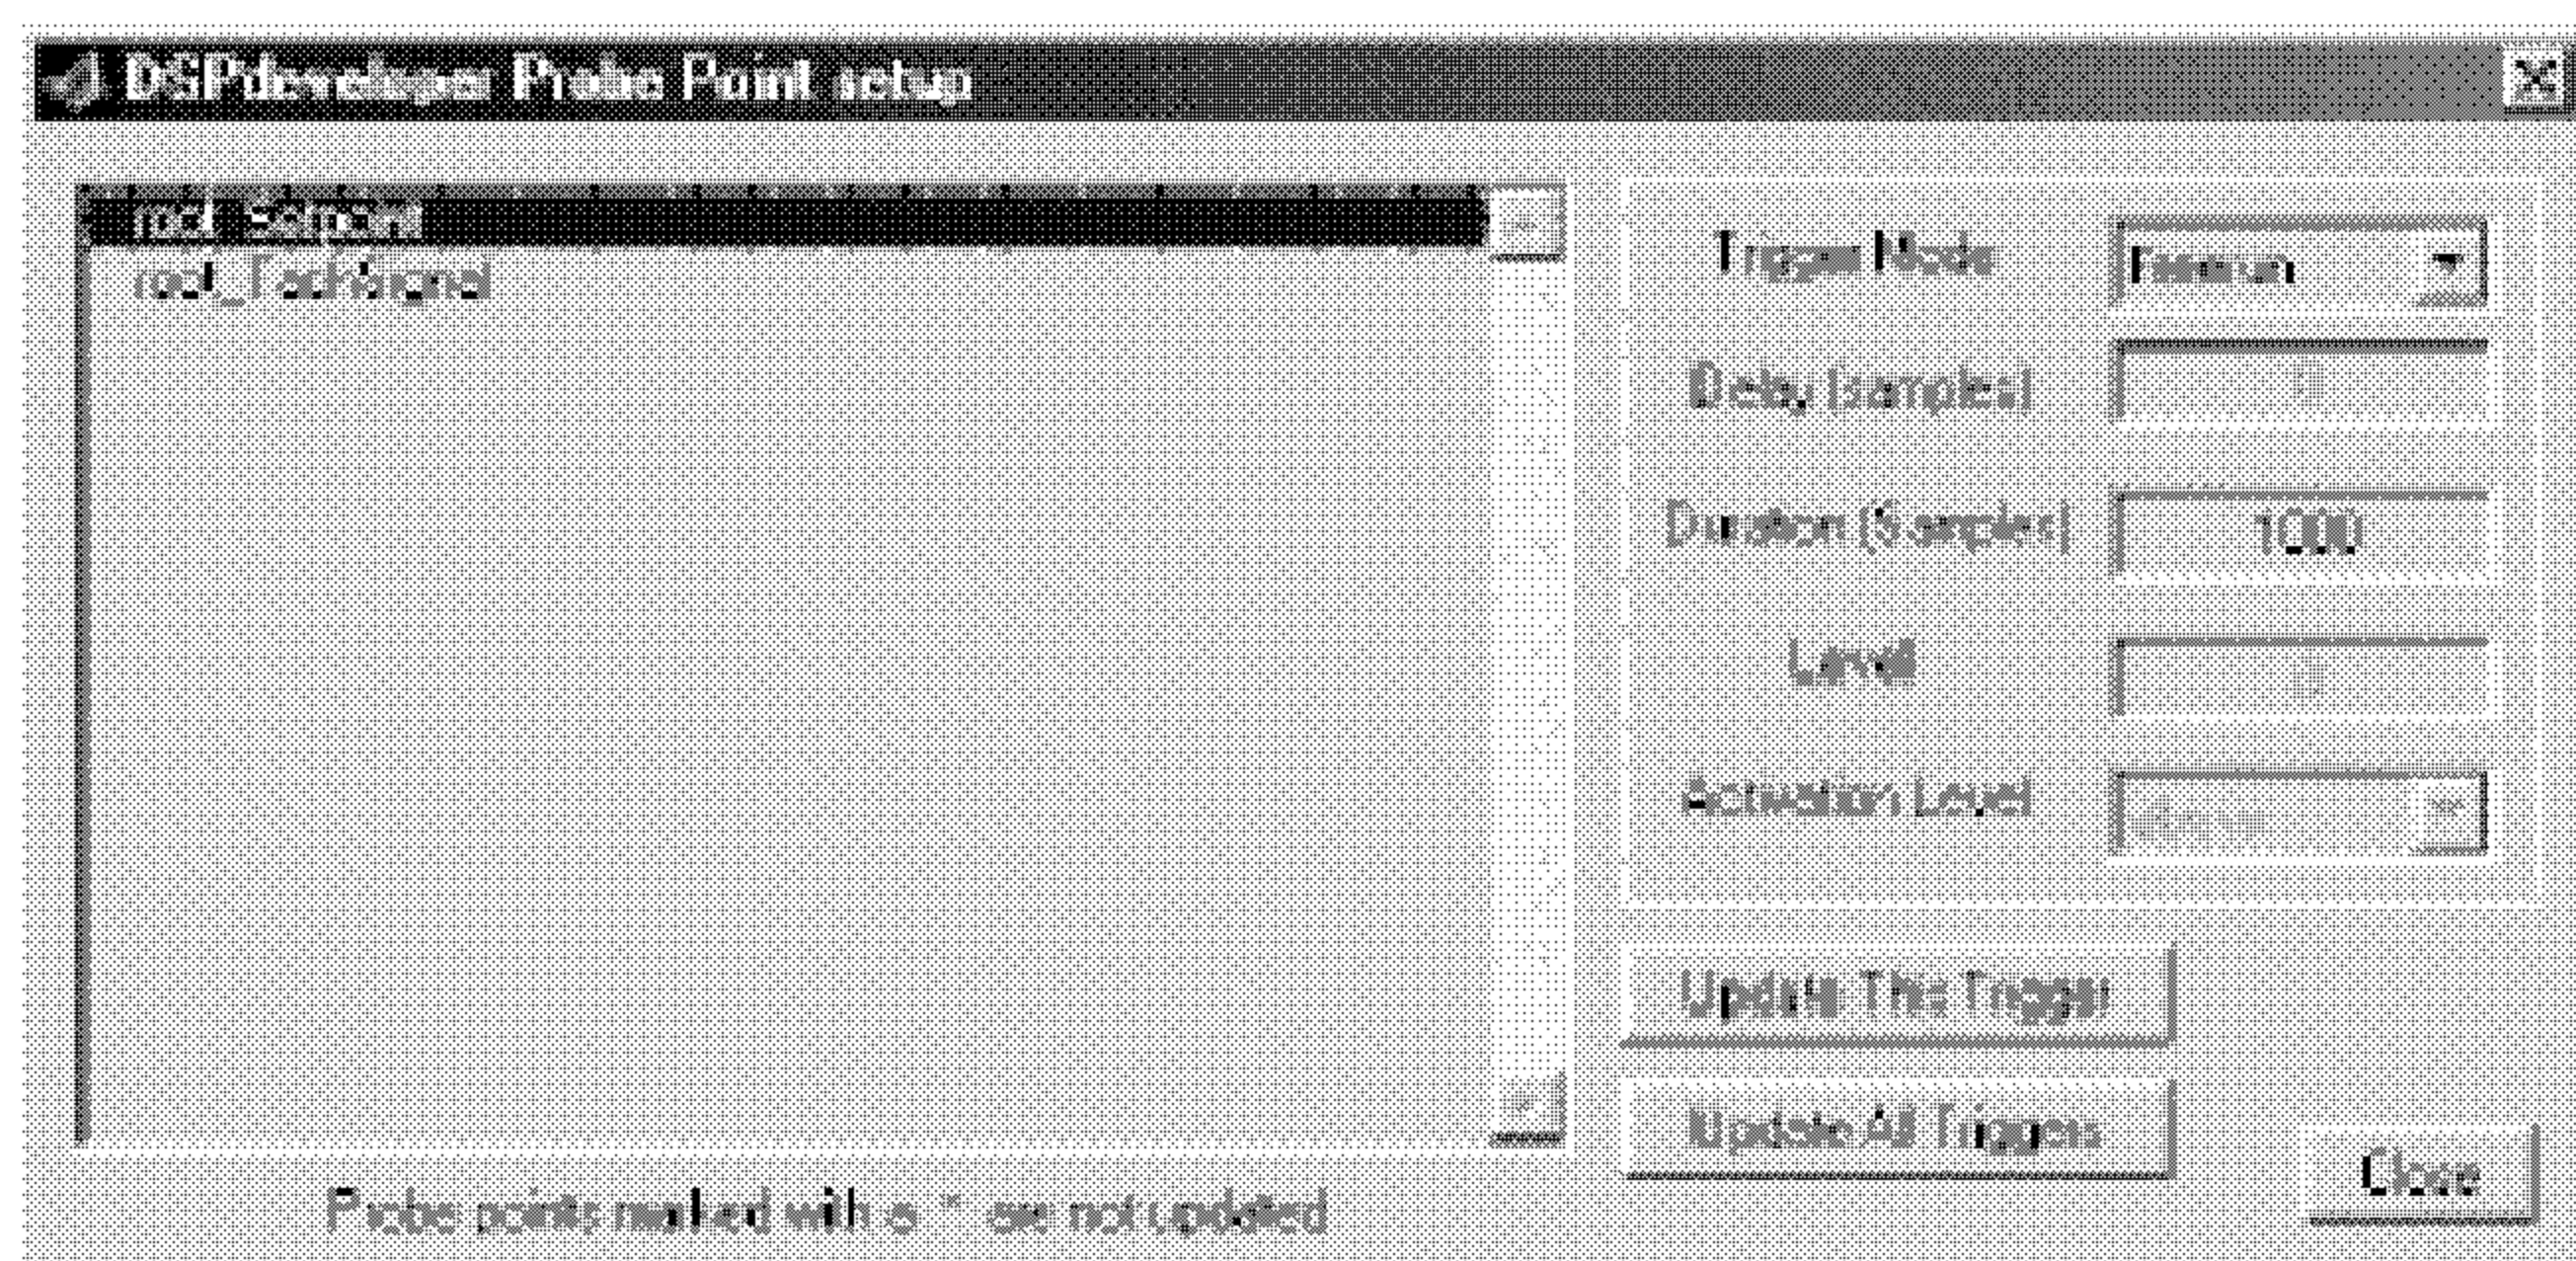

图 7.8 探点设置对话框
(9) 选择好调试目标板后，再点击 DSPdeveloper 控制面板上的 **Connect** 按钮，开始主机与目标板之间的通信。**Status** 栏中会显示连接成功信息。
(10) 向目标板加载程序之前，还需要先复位目标板。点击 **Download** 按钮，选择生成的可执行文件(.dx)并打开，把可执行文件加载到目标板中。
(11) 设置探点，用图形显示探点收集的运行结果。点击 DSPdeveloper 控制面板上的 Setup Probe Points 按钮，打开探点设置对话框(如图 7.8 所示)，在此对话框中设置探点。